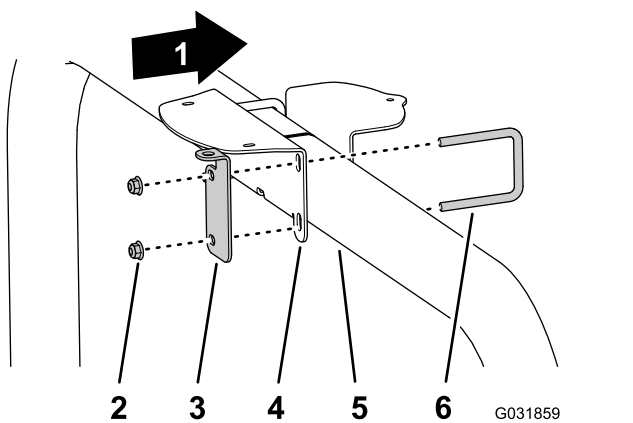

図 144
- GNSSとCDMAまたはGSM RTK修正モデムキットを搭載している機体では、Uボルト2本とフランジロックナット4個3/8 inchを使用して、受信機用マウントと共にRTK用のアンテナブラケットを取り付ける 図 144。